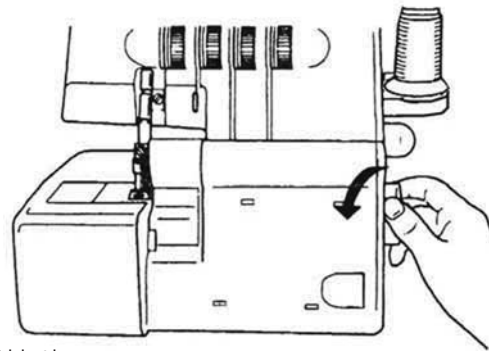

Abb. 9b
1. Drehen Sie das Handrad **6** zu sich hin, bis sich die Nadeln in oberster Stellung befinden (Abb. 9b).
Drehen Sie das Handrad **6** immer nur zu sich hin (Abb. 9b).